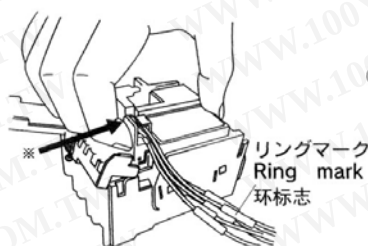

図4 Fig. 4 图4
3. ブレーカがトリップ状態であることを確認してください。付属装置を取付位置に挿入してください。(矢印方向に軽く押しながら入ると挿入しやすくなります。図4、5、6、7)
3. Confirm that it is in trip condition. Remove the protection cap attached to the accessory device and insert the accessory device to the installation position. (To make easier insertion, push it in the arrow direction lightly and insert. Fig. 4, 5, 6, 7)
3 请确认断路器是否呈脱扣状态, 并将附属装置插入安装位置(按箭头方向轻轻向内插入即可。请参照图4、5、6、7)。